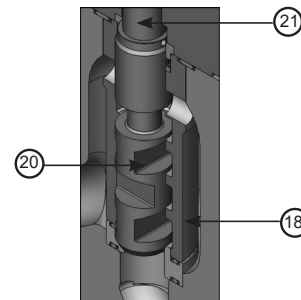

Figura 2: Tapón, revestimiento y superficie de guía del vástago
Se deben verificar las superficies de guía que se muestran en la Figura 2. incluido el revestimiento (18), el tapón de la válvula (20) y el vástago del tapón (21). Si solo hay ligeras indicaciones de desgaste, use un abrasivo ligero para alisar las áreas específicas de la superficie de guía. Las piezas con mayor daño o desgaste en las superficies de guía deben ser reemplazadas.